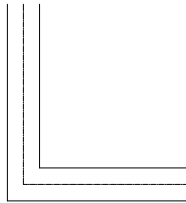

图 6-7 打开道路圆角素材
**[01]** 按 Ctrl+O 组合键, 打开配套光盘提供的“第 6 章/6.1.2 道路圆角.dwg”素材文件, 结果如图 6-7 所示。